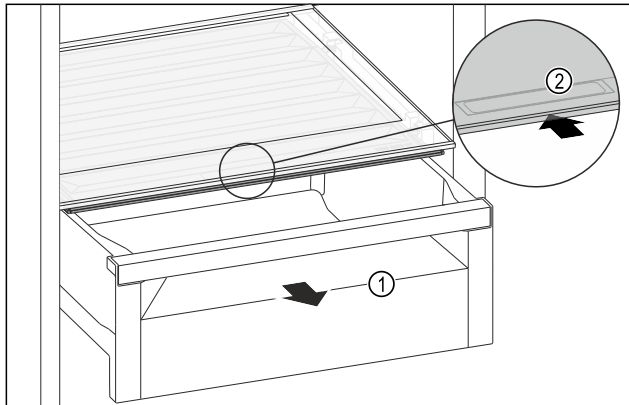

Fig. 165
- Retirer le tiroir Fig. 165 (1).
- Saisir la poignée encastree Fig. 165 (2) du couvercle du compartiment et pousser le couvercle du compartiment vers l'arrière.